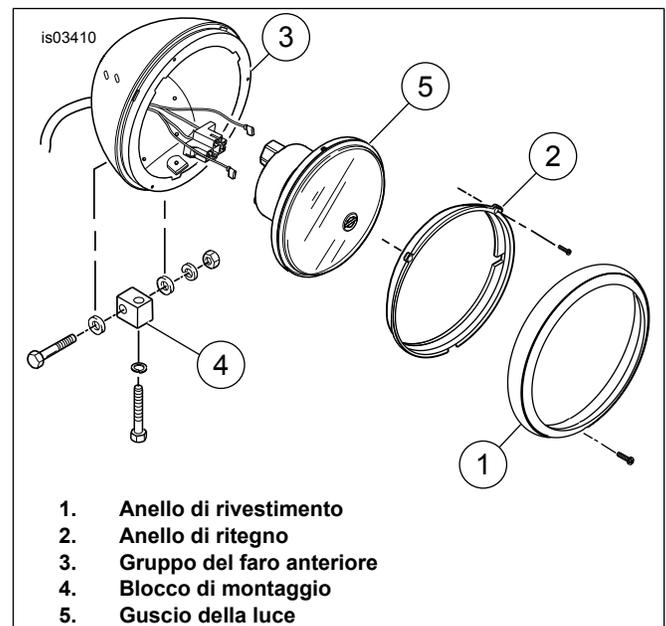

Figura 1. Gruppo del faro anteriore
1. Vedere Figura 1. Rimuovere la vite dell'anello di rivestimento e l'anello di rivestimento (1).
7. Vedere Figura 1. Rimuovere il blocco di montaggio (4) e la relativa bulloneria.